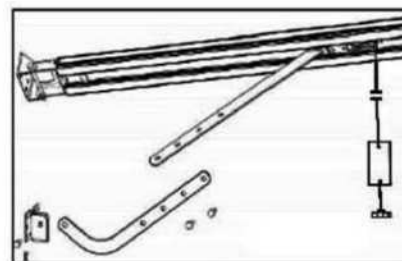

Fig.8
4. Sujete el Brazo "L" al Soporte del Portón con Tornillos y Tuercas. Fije un Extremo del Brazo Recto al Carro del Riel y el otro Extremo al Brazo "L" y Compruebe que el Brazo del Portón se Mueve Libremente. (Fig.8).